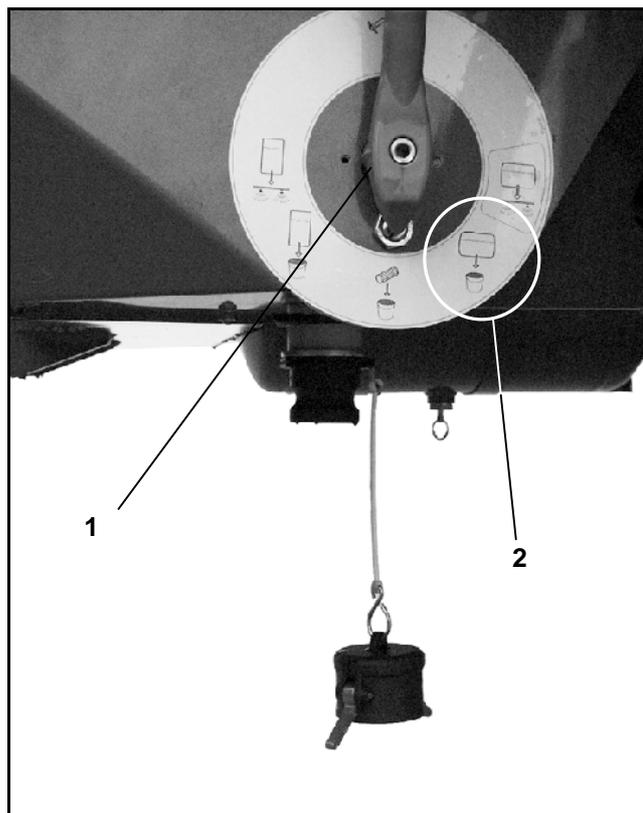
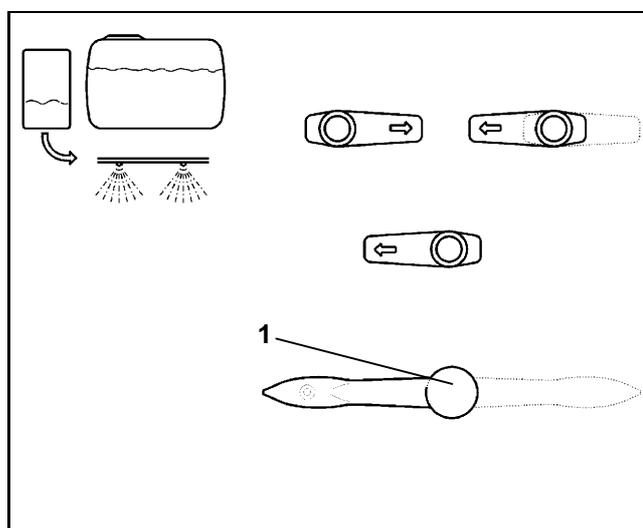

Fig. 7.21
Fig. 7.22
Para descargar en un depósito colector adecuado la cantidad técnica residual diluida que queda en el recipiente, girar el grifo de conmutación de varias vías (Fig. 7.22/1) a la posición "Descargar" (Fig. 7.21/2).
- Colocar los grifos de conmutación de varias vías en la posición "Lavar" (Fig. 7.22).